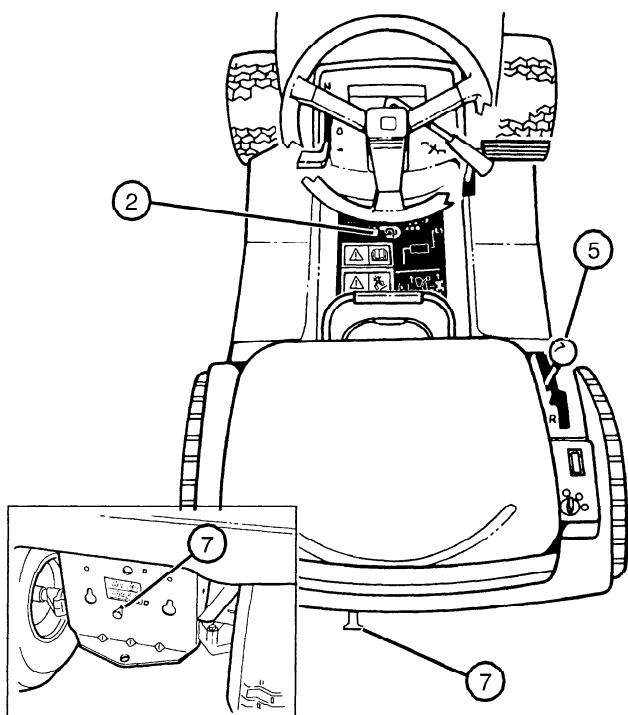

FIGURE 18
- Tirer la molette de roue libre (7) à l'arrière pour débloquer l'arbre de transmission (voir Fig. 18).
- Soit desserrer le frein de stationnement (2), soit placer le levier de transmission hydrostatique (5) au point mort (N).